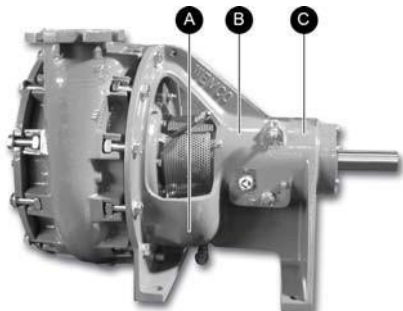

Figure 22 Localisation des roulements avant (B) et arrière (C),
- ❑ Pour les pompes équipées de tresses d'étanchéité, vérifier que celles-ci sont correctement alimentées en eau ; de l'eau claire sans particules doit suinter en goutte à goutte en partie basse de la boîte à tresses (Figure 22, rep. A). Dans le cas contraire, démonter la protection et desserrer les deux écrous jusqu'à obtention du goutte à goutte et vérifier la pression d'alimentation. Si le goutte à goutte est trop important, resserrer ces deux écrous. Remonter la protection.